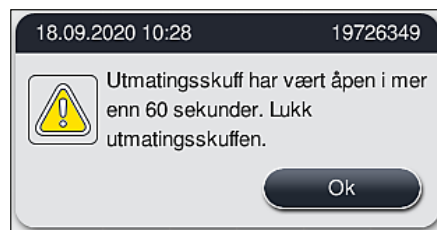

Fig. 89
- Brukeren får en informasjonsmelding (→ "Fig. 89") hvis utmatingsskuffen er åpen i mer enn 60 sekunder.